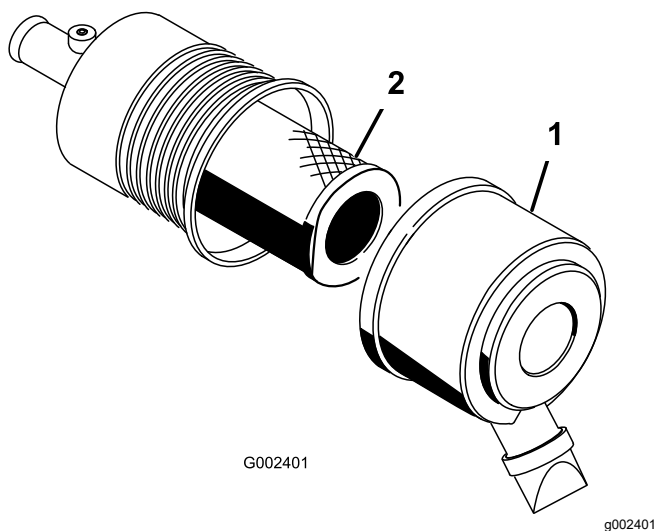

図 50
2. エアクリーナのカバーをボディーに固定しているラッチを外す(図 50)。
3. エアクリーナのボディーからカバーを外す(図 50)。
5. フィルタを取り外して交換する(図 50)。